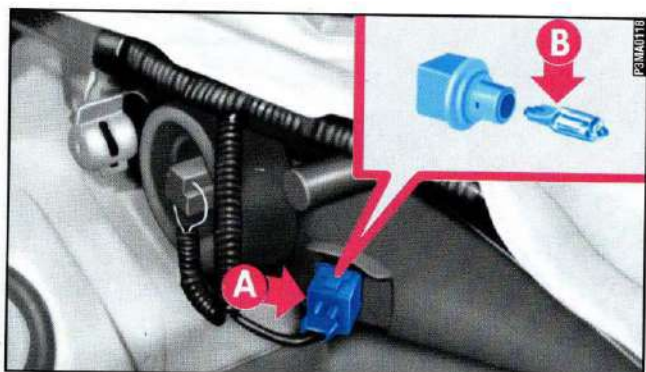

fig. 16
- 1) Sfilare il portalamпада **A**-fig. 16, facendolo ruotare leggermente per facilitare lo sgancio.